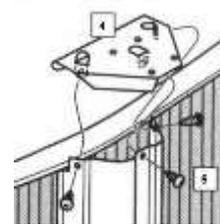

fig. 15
Ponga una placa superior T2 (4) encima del borde superior de la pared de la piscina y sobre el perfil vertical (VER), con las lengüetas en el interior del perfil, fig. 15.
Alinee los orificios para colocar los tornillos TO2 (6), fig. 15, en los tres agujeros del perfil vertical, asegurándose que se fijan en los agujeros de las lengüetas de la placa T2 (6).